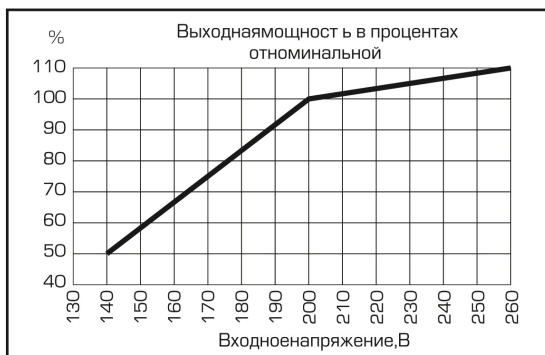

Рис. 1
*\*Расчет мощности произведен для работы стабилизатора при входном напряжении от 200 В. Если напряжение ниже 200 В, необходимо учитывать поправку согласно рис. 1.*